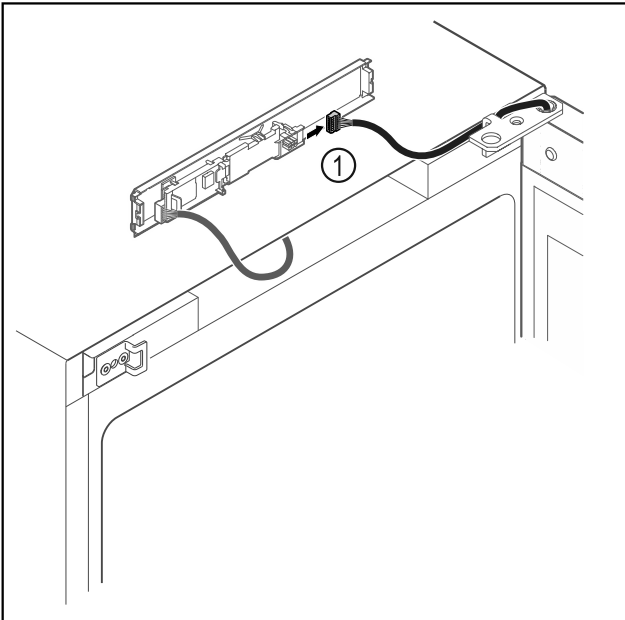

Fig. 16
- Stekker Fig. 16 (1) van printplaat loskoppelen.